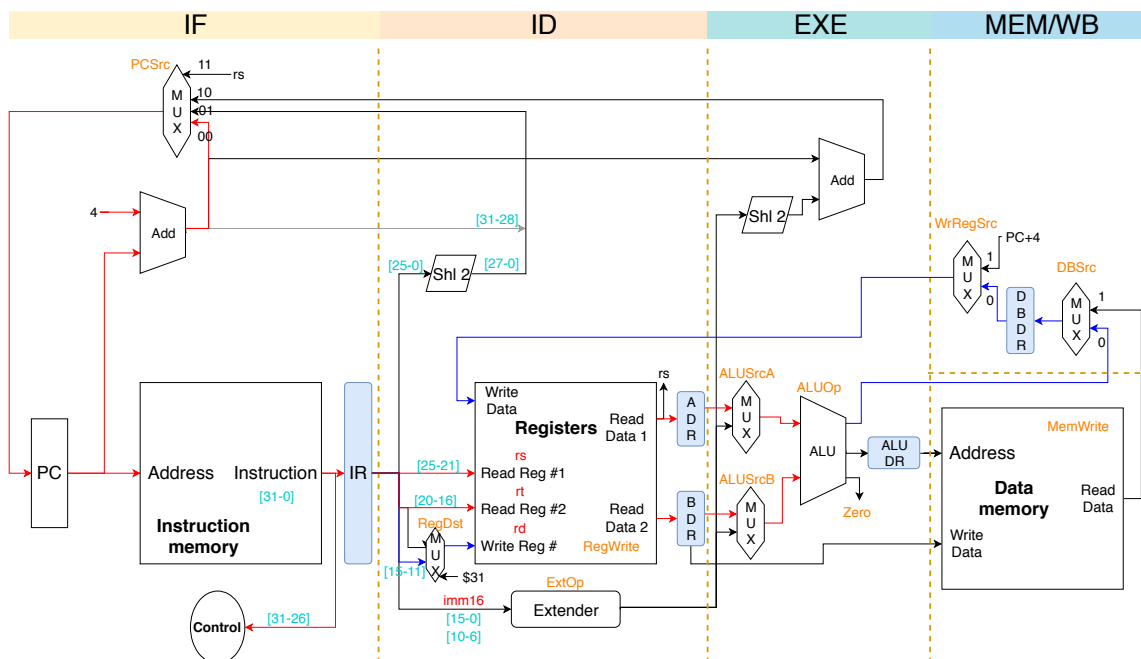

图 4: Add/sub/and/or/slt通路
公共的数据通路为取指和PC+4，见图4最左红色通路，下文将不再提及。
1. `add/sub/and/or/slt`指令均为R类型，数据通路相同，唯一不同为ALU操作码的选择。见图4，执行阶段从指令中读入`rs`、`rt`、`rd`三个寄存器的地址，然后从寄存器堆中读出`rs`和`rt`寄存器的内容，送至ALU进行运算，最后写回`rd`寄存器。